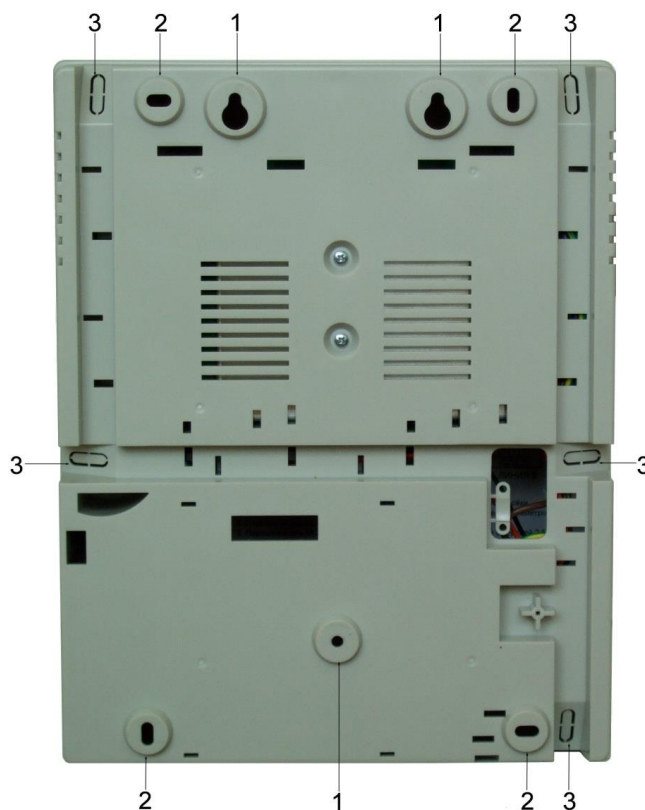

Рисунок 4. Монтажные отверстия
При этом используются отверстия (1) (рисунок 4). Корпус монтируется на саморезы и дюбели, установленные на одной горизонтали на расстоянии 80 мм. После этого корпус закрепляется через нижнее отверстие, которое находится за аккумулятором резервного питания.